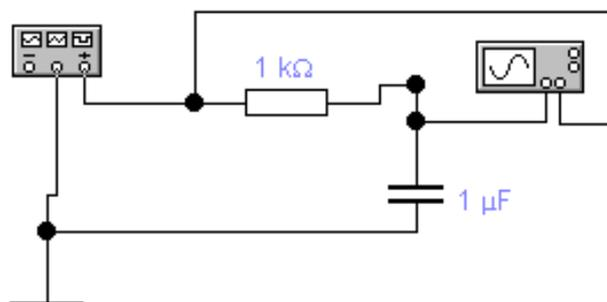

Рис. 8. Схема
4.1. Собрать схему интегрирующей цепи (рис. 8).